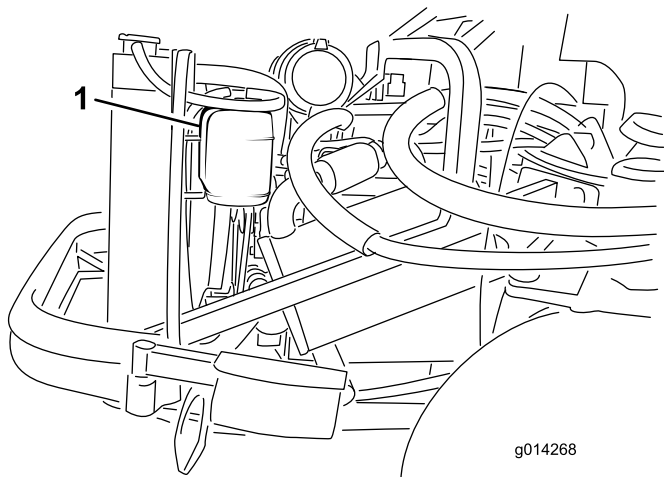

Figura 34
1. Controllate il livello di refrigerante nel serbatoio di espansione (Figura 34). Il livello di refrigerante